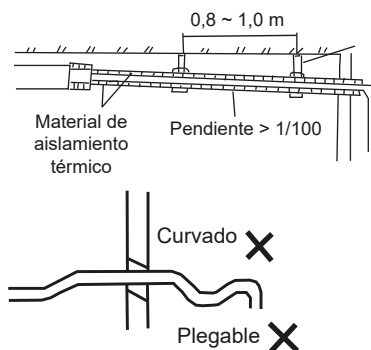

Figura 23
4. Con el fin de evitar el flujo de agua hacia el interior del aire acondicionado cuando la operación se detenga, la tubería de descarga de agua debe inclinarse hacia abajo y hacia el exterior (lado de drenaje) en una pendiente de más de 1/100. Asegúrese de que la tubería de descarga de agua no se hinche ni almacene agua; de lo contrario, causará ruidos extraños. Vea la Figura 23.
5. Cuando conecte la tubería de descarga de agua, no utilice la fuerza para tirar de las tuberías para evitar que las conexiones de las tuberías de succión de agua se aflojen. Al mismo tiempo, establezca un punto de soporte cada 0,8~1 m para evitar que las tuberías de descarga de agua se doblen. Vea la Figura 23.